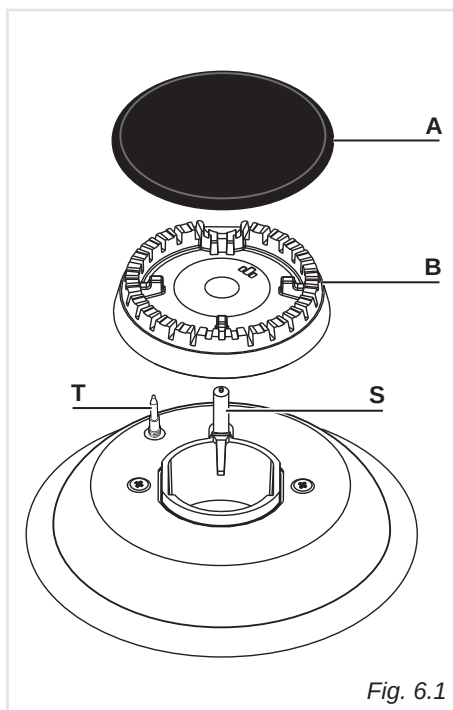

Fig. 6.1
- Assurez-vous que la sonde "T" (fig. 6.1, 6.3, 6.4) placée à côté de chaque brûleur est toujours propre pour assurer le bon fonctionnement des soupapes de sécurité.
- Assurez-vous que l'électrode "S" (figs. 6.1, 6.3, 6.4) placée à côté de chaque brûleur de l'allumage électrique placée à côté de chaque brûleur est toujours propre pour faciliter la production d'étincelles.
Il est très important de vérifier que le diffuseur de flammes "B" et le chapeau "A" ont été correctement positionnés (fig. 6.1 et 6.2). Si vous ne respectez pas cette consigne, des problèmes graves pourraient survenir.